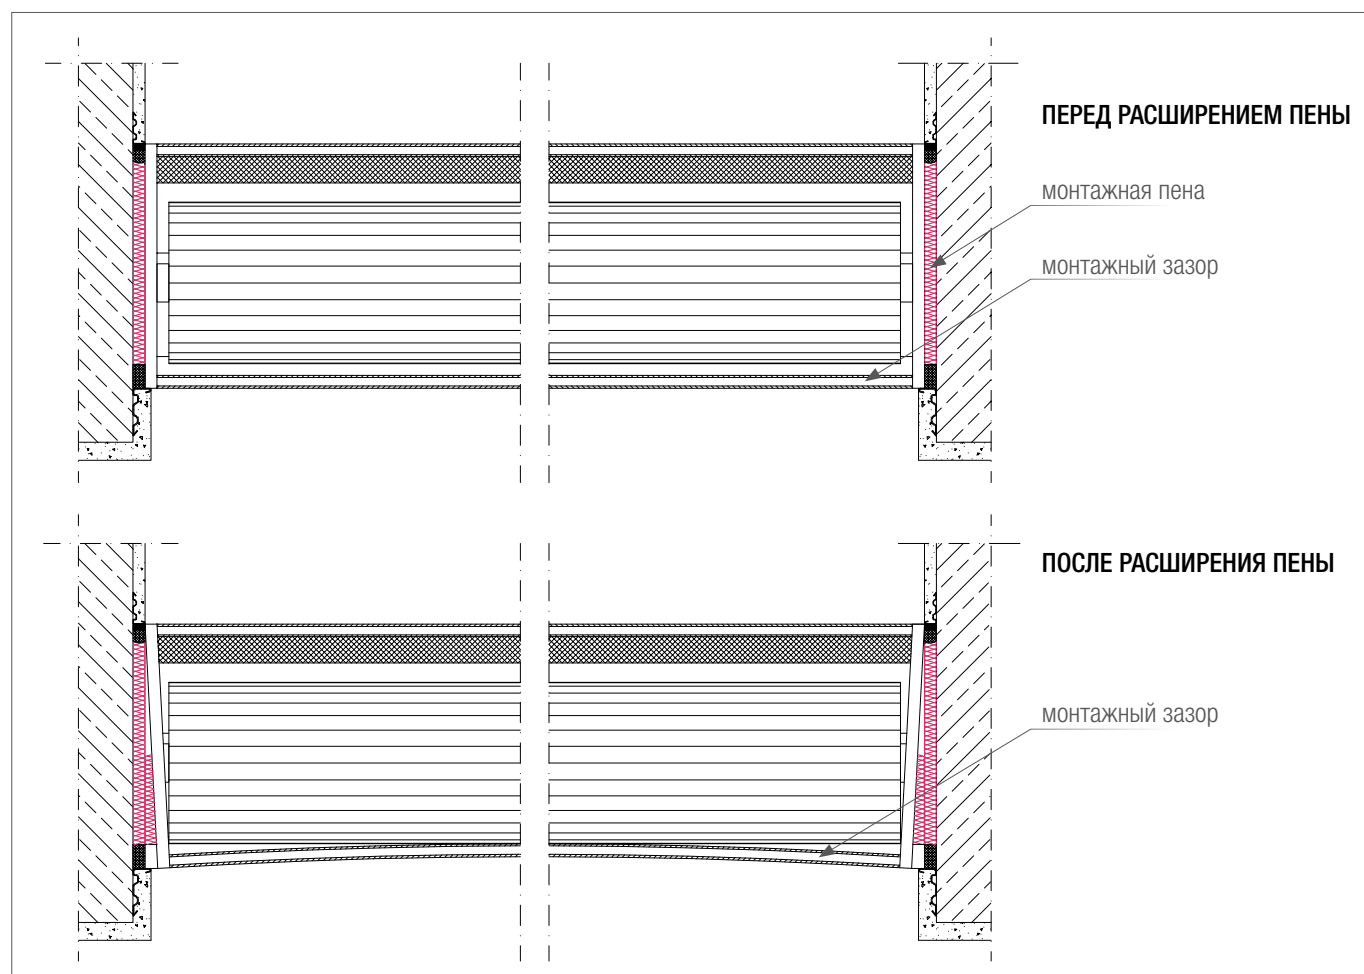

Рис. 17: Расширение монтажной пены в области крышек короба рольставней
**i** Утепление при монтаже рольставней: Деформация крышек коробов рольставней из-за расширения монтажной пены (см. рис. 17) не допускается. Нужно использовать пены с малым расширением, либо строго дозированное нанесение пены, либо другие варианты утеплителей.